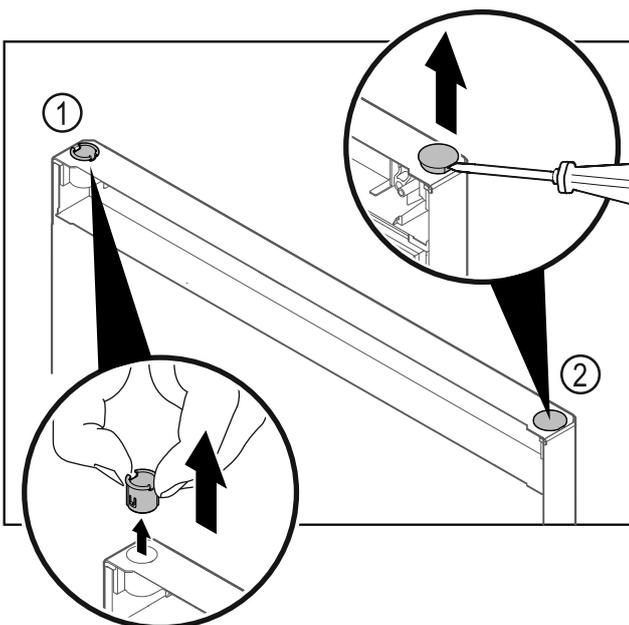

Fig. 26
- ▶ Estrarre la boccola cerniera Fig. 26 (1) con le dita.
- ▶ Con un cacciavite a testa a intaglio sollevare con cautela il tappo Fig. 26 (2) ed estrarlo.